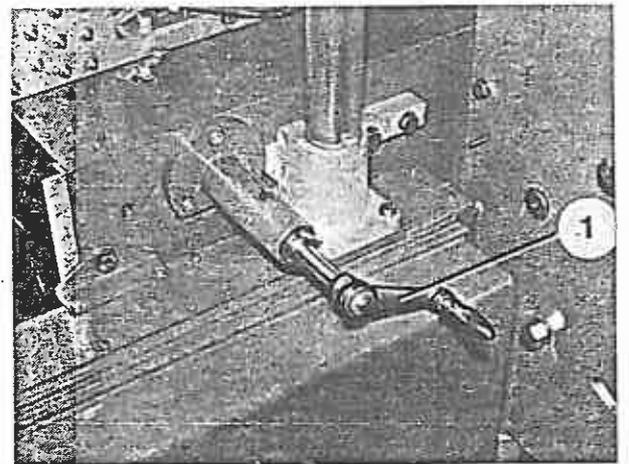
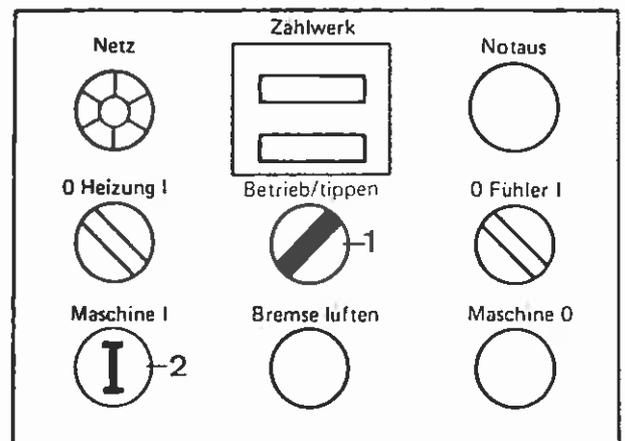

Bild 88
Bild 89
4. Maschine am Handrad in Pfeilrichtung drehen und dabei Kurbel (Bild 88/1) der Drehzahlverstellung bis zum Anschlag nach links drehen.
5. Wahlschalter „Betrieb/tippen“ (Bild 89/1) auf „tippen“ stellen und Maschine einige Schaltvorgänge durch Betätigung des Tasters „Maschine I“ (Bild 89/2) durchtippen, hierbei Bewegungsabläufe prüfen.
6. Wahlschalter „Betrieb/tippen“ (Bild 89/1) auf „Betrieb“ stellen, Taster „Maschine I“ (Bild 89/2) betätigen und Probelauf durchführen. Hierbei Taktzahl der Maschine durch Drehen der Kurbel (Bild 88/1) nach rechts bis zum Maximum erhöhen.